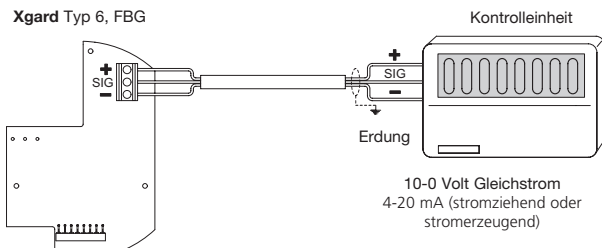

Abbildung 15: **Xgard Typ 6**, elektrische Anschlüsse
2. Sicherstellen, dass alle elektrischen Anschlüsse korrekt gemäß Abbildung 15 vorgenommen wurden.